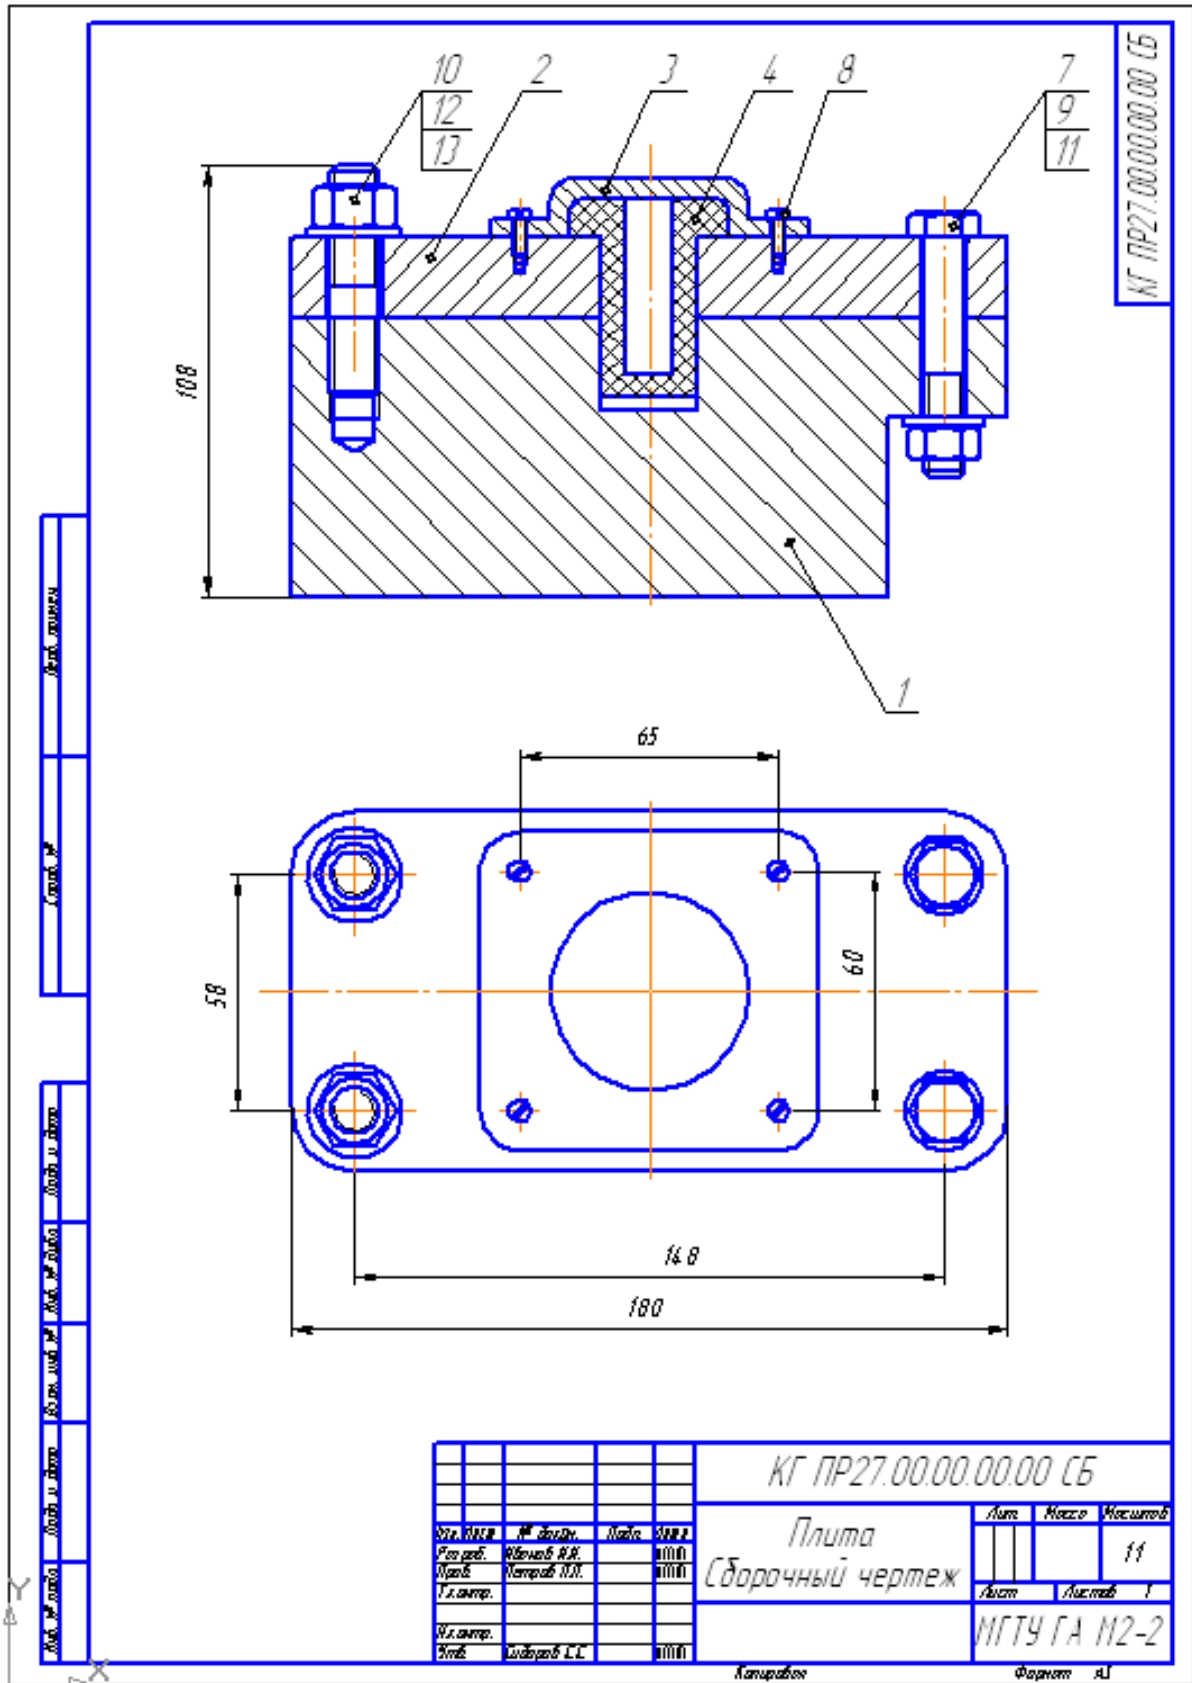

Рис. 38
**Задание.** Выполните сборочный чертеж, рис. 38, создайте объекты спецификации на стандартные изделия и детали и оформите спецификацию, рис. 37, в полуавтоматическом режиме.